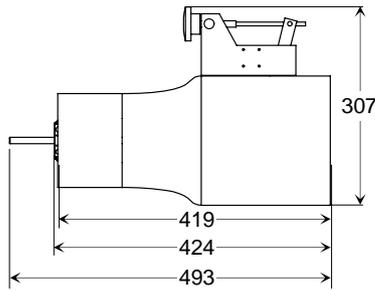

図1 レデューサなし (mm)
- バルブ前後でダクトの直管部を特に必要としませんが、図1、3のとおりバルブ本体からシャフトが突き出します。バルブ上流側には、150mm以上のシャフト可動域を必ず確保してください。